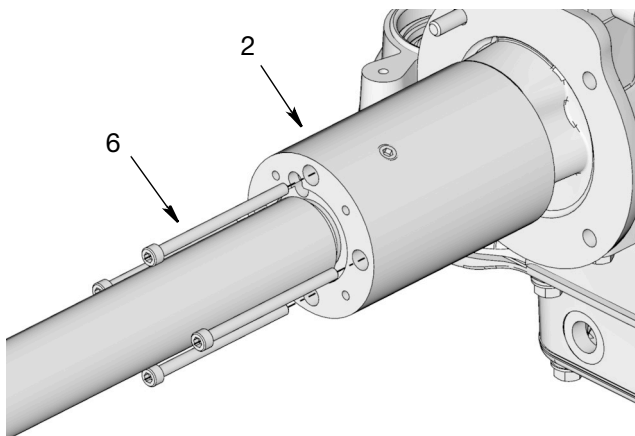

Рис. 24
9. Выкрутите винты (6) из переходника насоса (2) (Рис. 24).